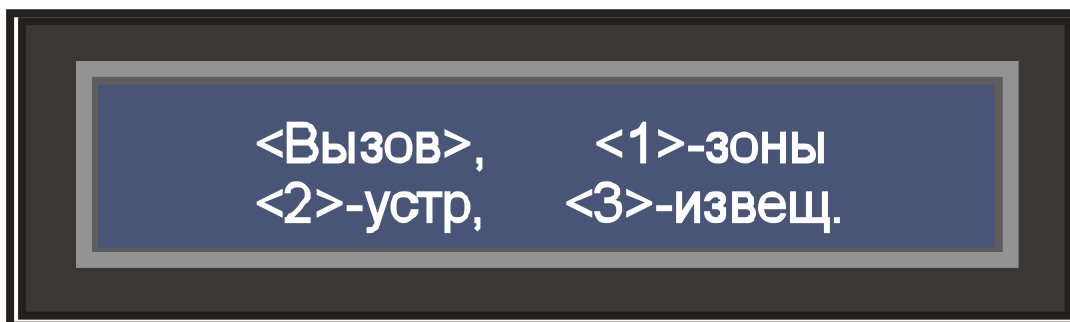

Рисунок 6 – Меню службы охраны
- 3) Предъявить пропуск «Служба охраны». На индикаторной панели включится подсветка, появится надпись «СОТРУДНИК СЛУЖБЫ ОХРАНЫ» и появится меню службы охраны (рисунок 6).
- 1) Предъявить пропуск «Служба охраны». На индикаторной панели включится подсветка, появится надпись **«СОТРУДНИК СЛУЖБЫ ОХРАНЫ»** и появится меню службы охраны (рисунок 6).